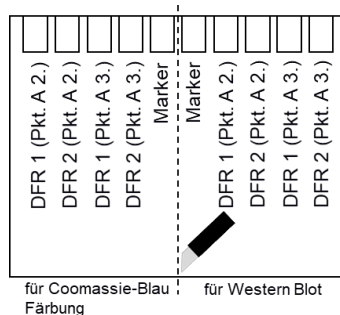

Abb. 7.1 Empfohlenes Belade-Schema des SDS-Gels
- beide Probensätze in die Geltaschen laden. Die mittleren 2 Spuren (5 und 6) mit je 7 µL Marker (Abb. 7.1) laden.